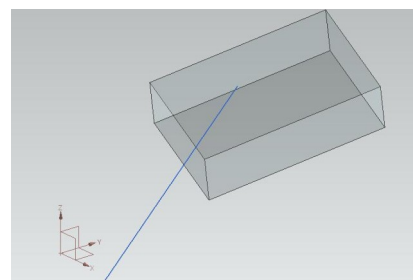

рис.61
- Но картина была бы совершенно иной, если бы мы в свое время **не включили** переключатель **ассоциативно** (рис.61).